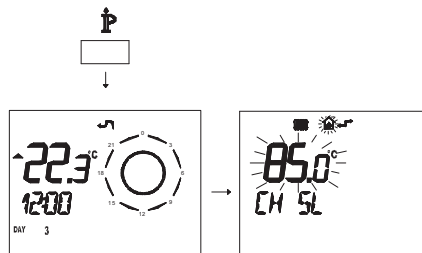

Рисунок 5.32
Графики зависимости температуры от изменений, внесенных посредством кнопок 13 и 14, при коэффициенте **K 1,5**, представляет Рисунок 5.32.
- Нажмите и удерживайте 3 секунды кнопку , чтобы войти в режим **INFO** (Рисунок 5.32).